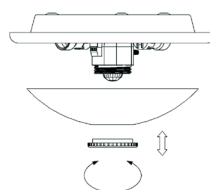

FIG.1
- Afloje el tornillo de plástico y retire la pantalla de cristal (ver FIG.1).